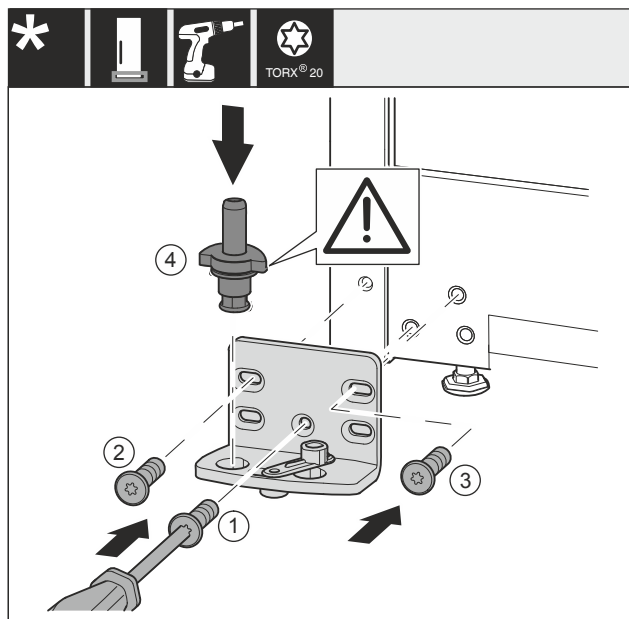

Fig. 37 *
- Nasadíte ložiskovú konzolu na druhú stranu a priskrutkujte ju pomocou skrutkovača. Začnite Fig. 37 (1) dole v strede.*
- Pevne utiahnite skrutku Fig. 37 (2) a Fig. 37 (3).*
- Úplne nasadíte ložiskový čap Fig. 37 (4). Dbajte pritom na to, aby zaistovací doraz ukazoval smerom dozadu.*